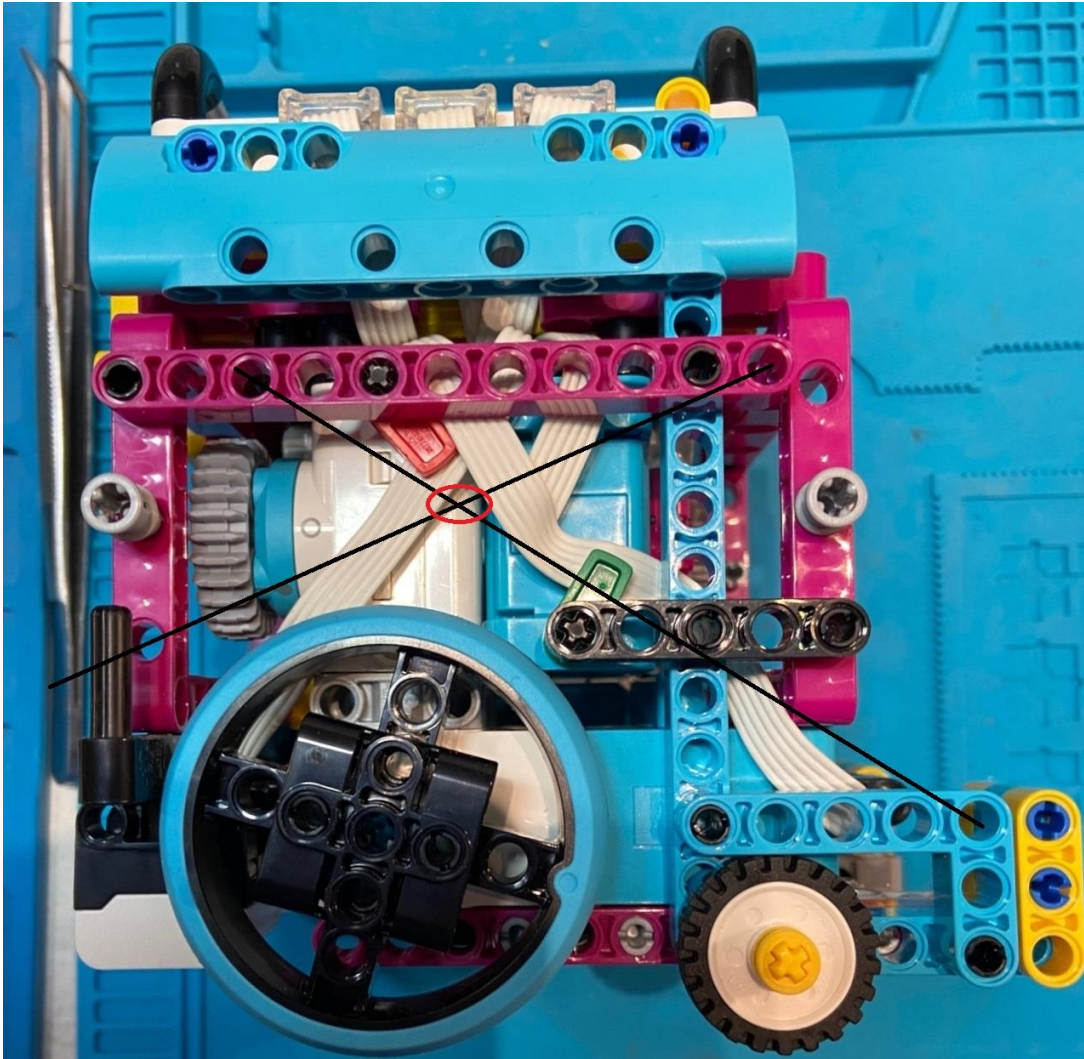

Рис. 7. Типичный представитель - MiniMax by Zahary Trautwein. Перекрещение линий (отмечено красным эллипсом) – положение центра тяжести робота.
В качестве образца робота для сравнения мы выбрали предложенный для чемпионата FFL - Super Powered робот конструкции Zachary Trautwein. У него 4 мотора – два ходовых, два для исполнительных механизмов, и два датчика отражения (7), рис. 7. При этом мы исследовали 6 типов ведомой оси: